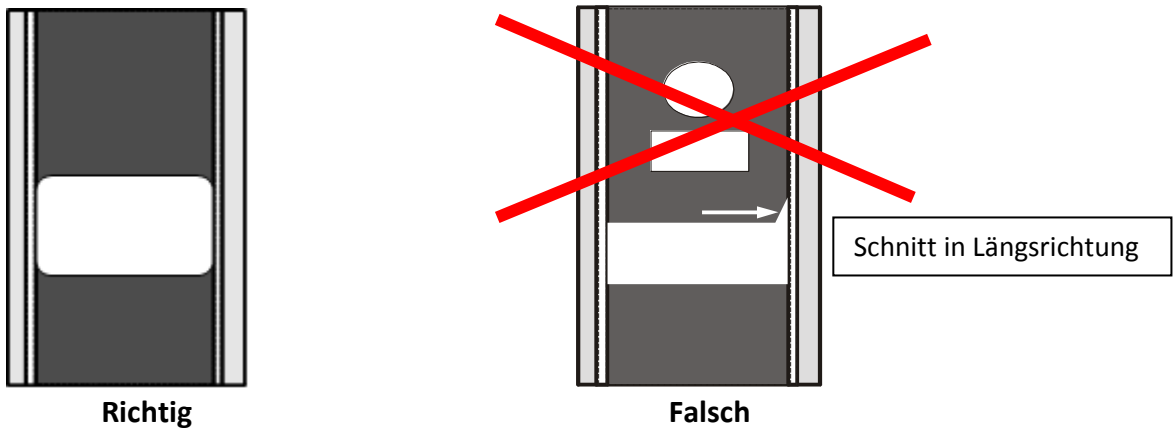

Abb. 9: Beispiele für Ausschnitte (z.B. Lampenauslass)
- Heizleiter mit scharfem Messer oder Schere von einem Kupferstreifen zum anderen ausschneiden. (Abb. 9)